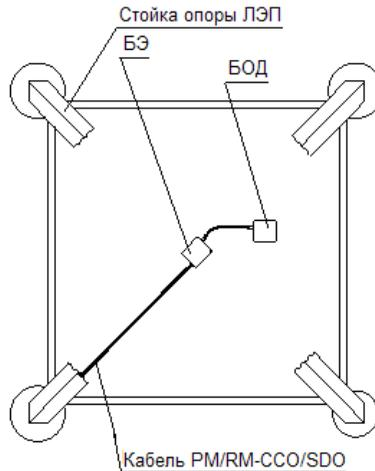

Рисунок 3.13 - Расположение БЭ и БОД.
- установить в центре опоры ЛЭП в грунте на глубине 0,3 м блок электронный (БЭ) и БОД, рисунок 3.13;